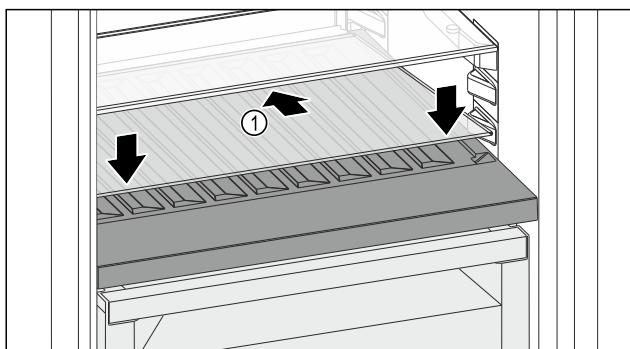

Fig. 143
- ▶ Skleněnou desku Fig. 143 (1) zasuňte šikmo a skloněnou dozadu dolů.
- ▶ Skleněnou desku Fig. 143 (1) vpředu spusťte dolů.